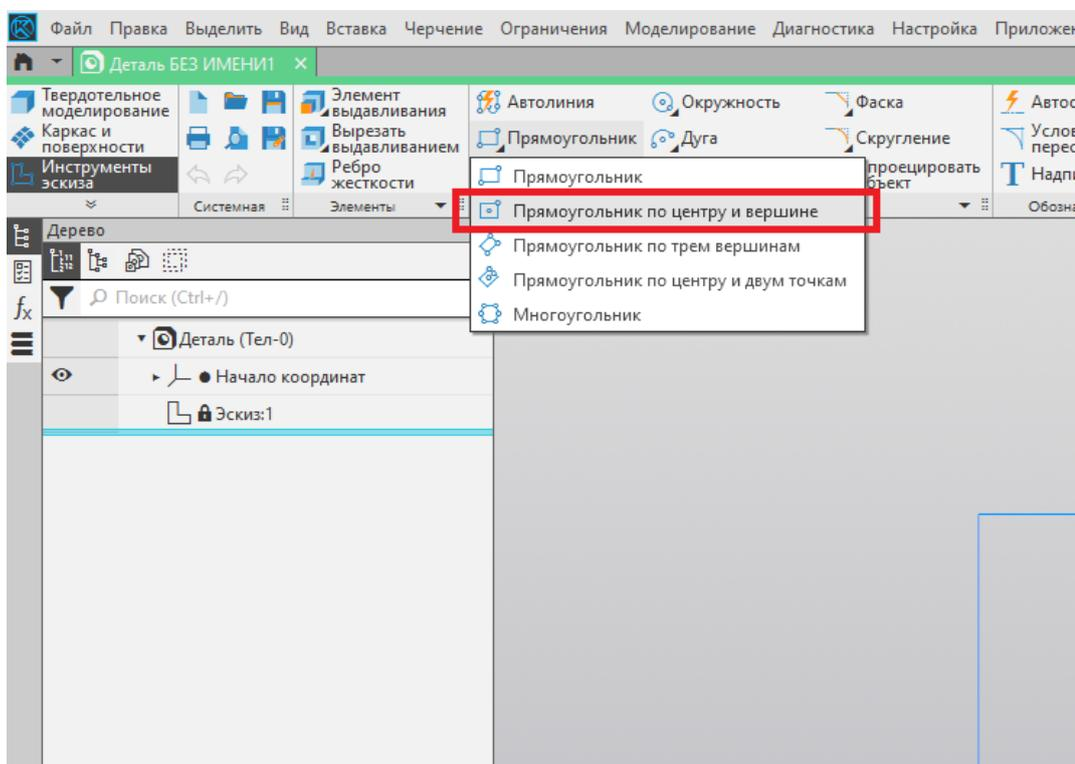

Рис. 7
3. Создаём эскиз основания детали при помощи команды «Прямоугольник по центру и вершине». Начало координат находится в точке пересечения диагоналей (рис. 7).